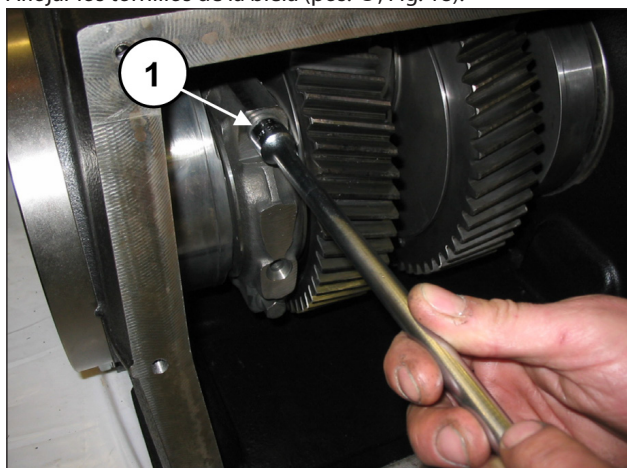

Fig. 18
Aflojar los tornillos de la biela (pos. ①, Fig. 18).